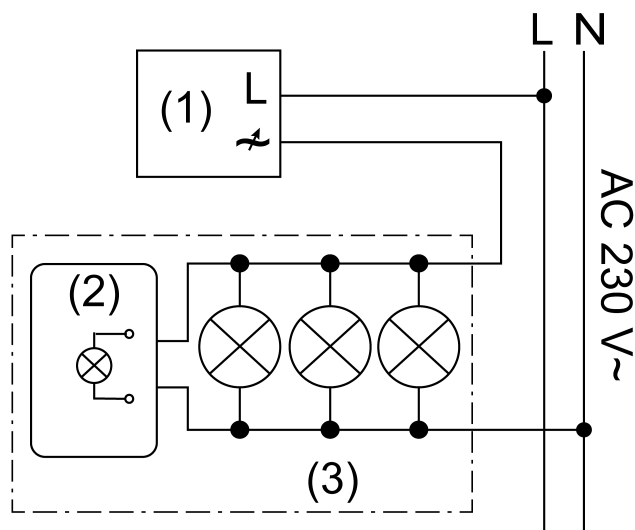
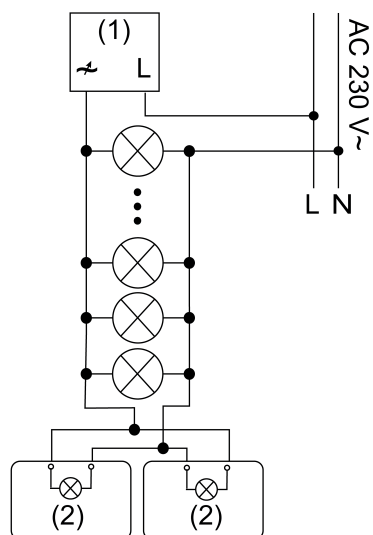

Bild 1
Bild 2: Anslutningsexempel i lamphuset
- (1) Dimmer i bakkantsläge
- (2) Modul
- (3) Armatur med HV-LED-lampa
- Anslut modulen parallellt med HV-LED-lampan till neutralledaren och den dimmade fasen, (bild 1) Anslutningsexempel i lamphuset (bild 2) Anslutningsexempel med två moduler.